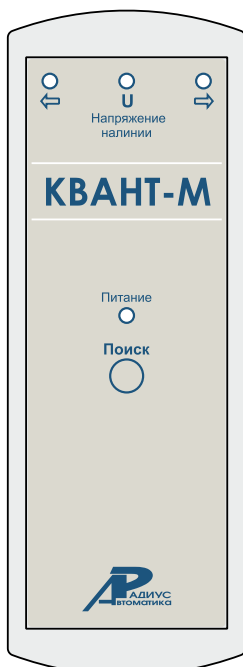

Рис. 1. Внешний вид прибора «Квант-М» и расположение органов управления и индикации прибора «Квант-М»
2.1 Внешний вид прибора показан на рис. 1.